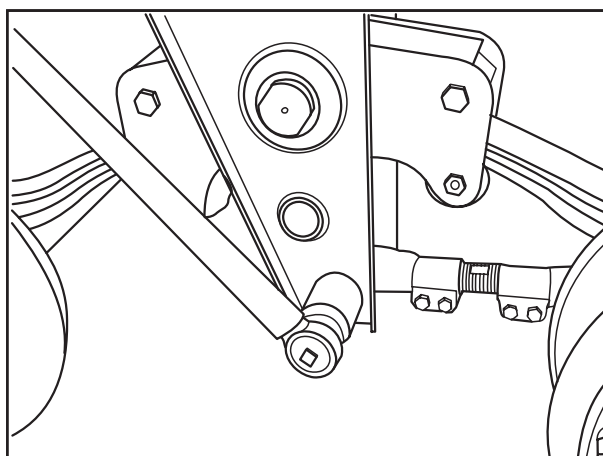

Рис. 2
- исполнение с регулируемой реактивной тягой на опоре (рис. 2)